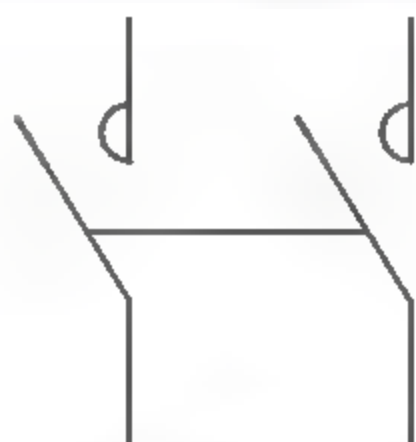

图4-25 复制对象
**02** 单击【修改】面板中的【复制】按钮，复制图形，如图4-25所示。命令行操作如下。